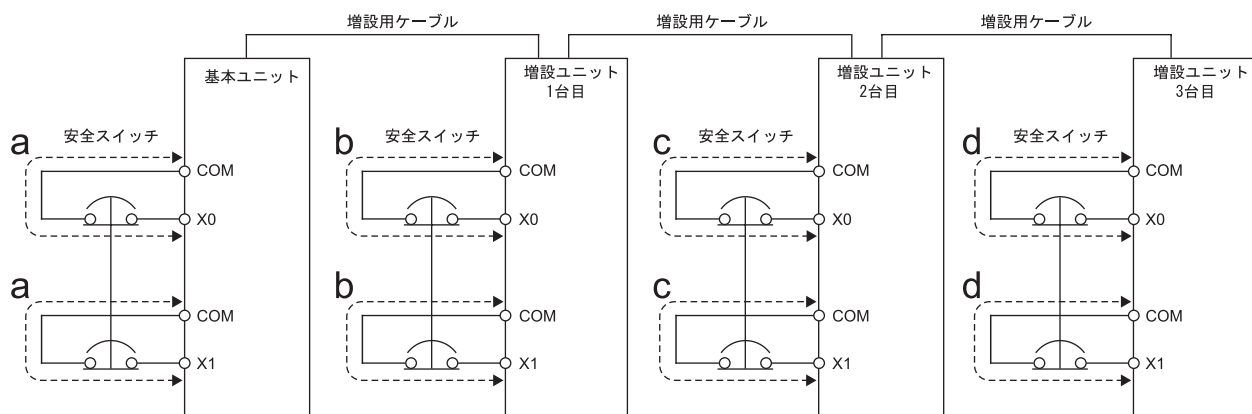

図1 システム構成と外部配線図
*2：配線長(a, b, c, d)は、図1に示す外部配線長を示しています。
(2) 入力Nタイプ
*2: 配線長(a, b, c, d)は、図1に示す外部配線長を示しています。